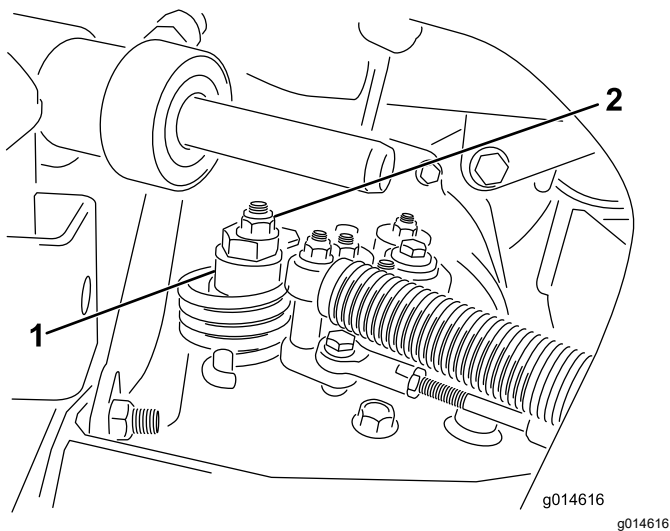

図 35
- A. 偏芯ナットをハイドロスタット上部に止めているナットをゆるめる 図 35。
- C. どちらにも車輪が回らないように偏芯ナットを回して調整する。調整ができれば固定ナットを締め込む 図 35。スロットル低速 および高速位置で調整が正しいことを確認する。